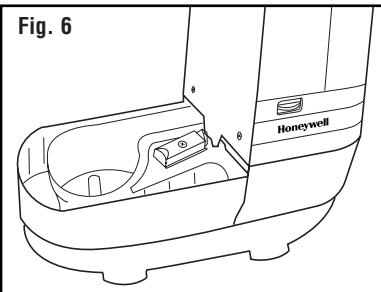

Fig. 6
- Enlever le bloc moteur en tirant sur le bouton de verrouillage (situé sous le réservoir) et en soulevant le bloc moteur (Fig. 6). Renverser le bloc moteur pour vérifier l'état de l'élément chauffant.
1. Remplir le plateau amovible (Fig. 6) avec :
2. L'élément chauffant se trouve au bas du bloc moteur. Pour y avoir accès, tirer sur le bouton de verrouillage (situé sous le réservoir) et soulever le bloc moteur (Fig. 6).